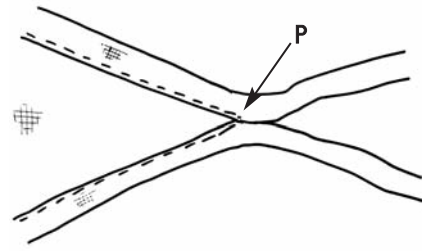

Figure 8
- coudre la bordure sur l'autre côté en s'arrêtant aussi au point "P" et en laissant également une longueur (fig.8)